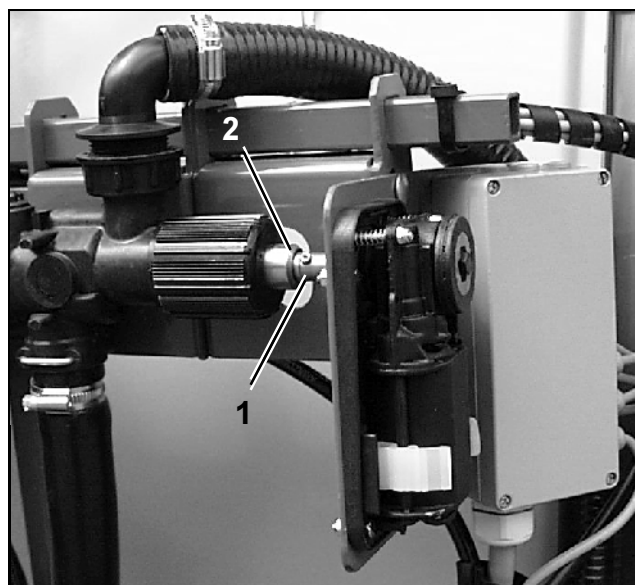

Рис. 35
- Регулярно проверяйте, находится ли стержень дозатора (Рис. 35/1) у упора (Рис. 35/2). Если это так, то необходимая норма внесения [л/га] при этих условиях достигнута не будет.